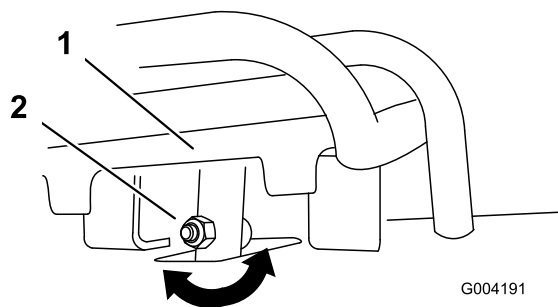
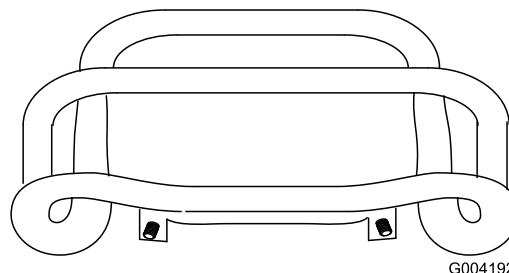

Figure 45
Figure 46
4. Si l'avant de la commande de déplacement n'est pas d'équerre et de niveau avec la barre de référence, desserrez l'écrou et le boulon à embase de la tige de la commande de déplacement (Figure 45).
5. Réglez la commande de déplacement de sorte qu'elle soit de niveau et en appui contre la barre de référence lorsqu'elle est tirée tout droit en arrière (Figure 45 et Figure 46).